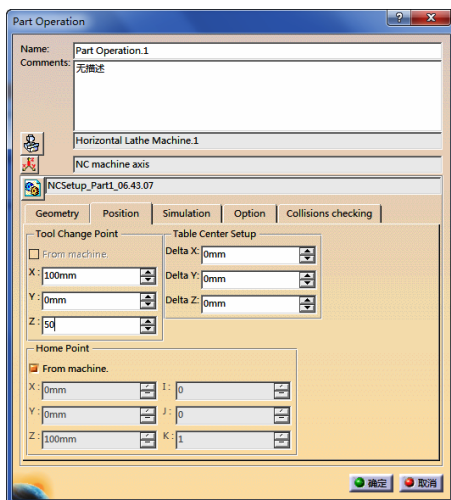

图 6-11 定义换刀点 (1)
6) 定义换刀点 (1)。选择 “Part Operation.1” 对话框中的 “Position” 选项卡, 然后设置相关参数如图 6-11 所示。单击 “Part Operation.1” 对话框完成定义换刀点操作。